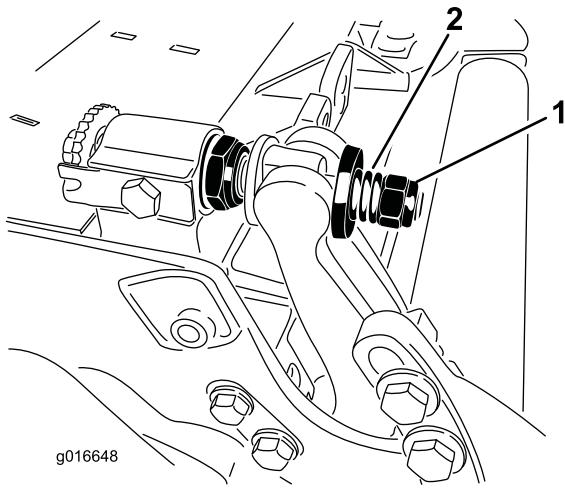

図36
3. スプリングがつぶれるまでテンション・ナットを締め、そこから半回転戻す(図36)。
10. 各ベッドバーアジャスタ・アセンブリを締め付けて圧縮スプリングを完全に圧縮し、そこから1/2回転だけ戻す (図 36)。